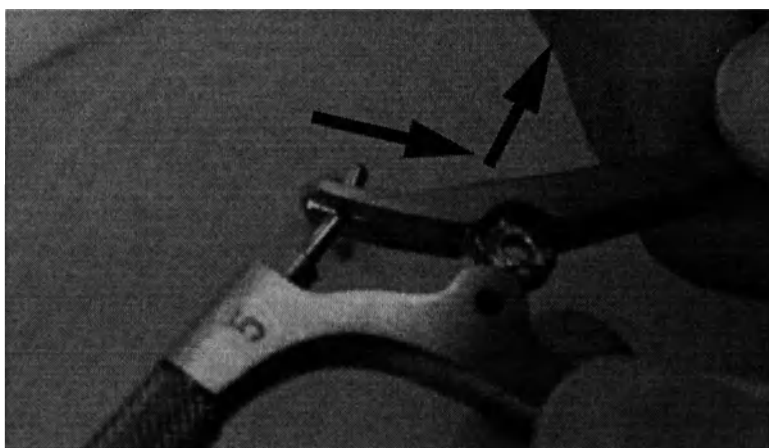

Рисунок 2. Отсоединение рукоятки
2. Отсоедините подвижную часть рукоятки (рис. 2).